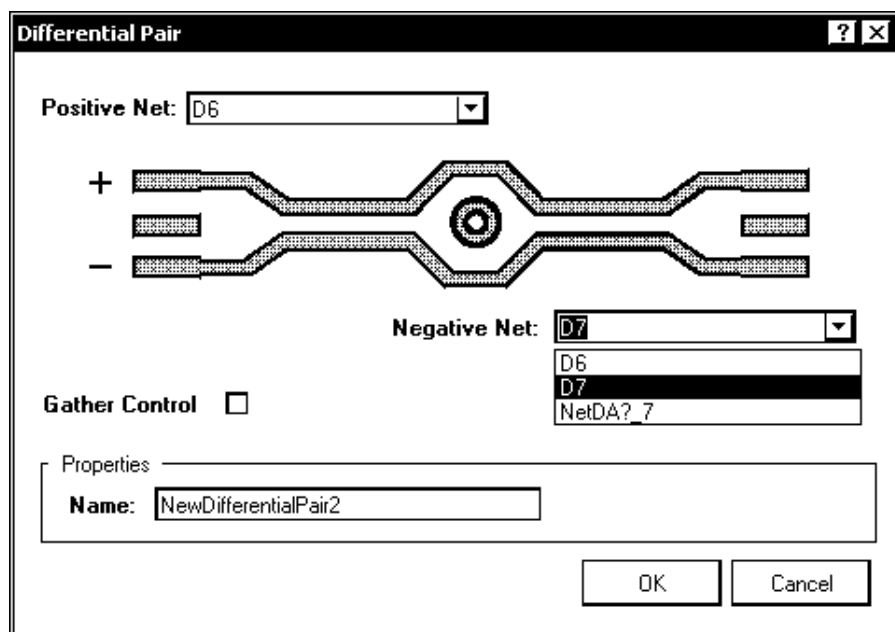

Рис. 6.17. Диалог назначения новой дифференциальной пары
1. Щелчком на кнопке **Add** активизировать объявление новой дифференциальной пары. Откроется окно формирования дифференциальной пары **Differential Pair** (рис. 6.17).